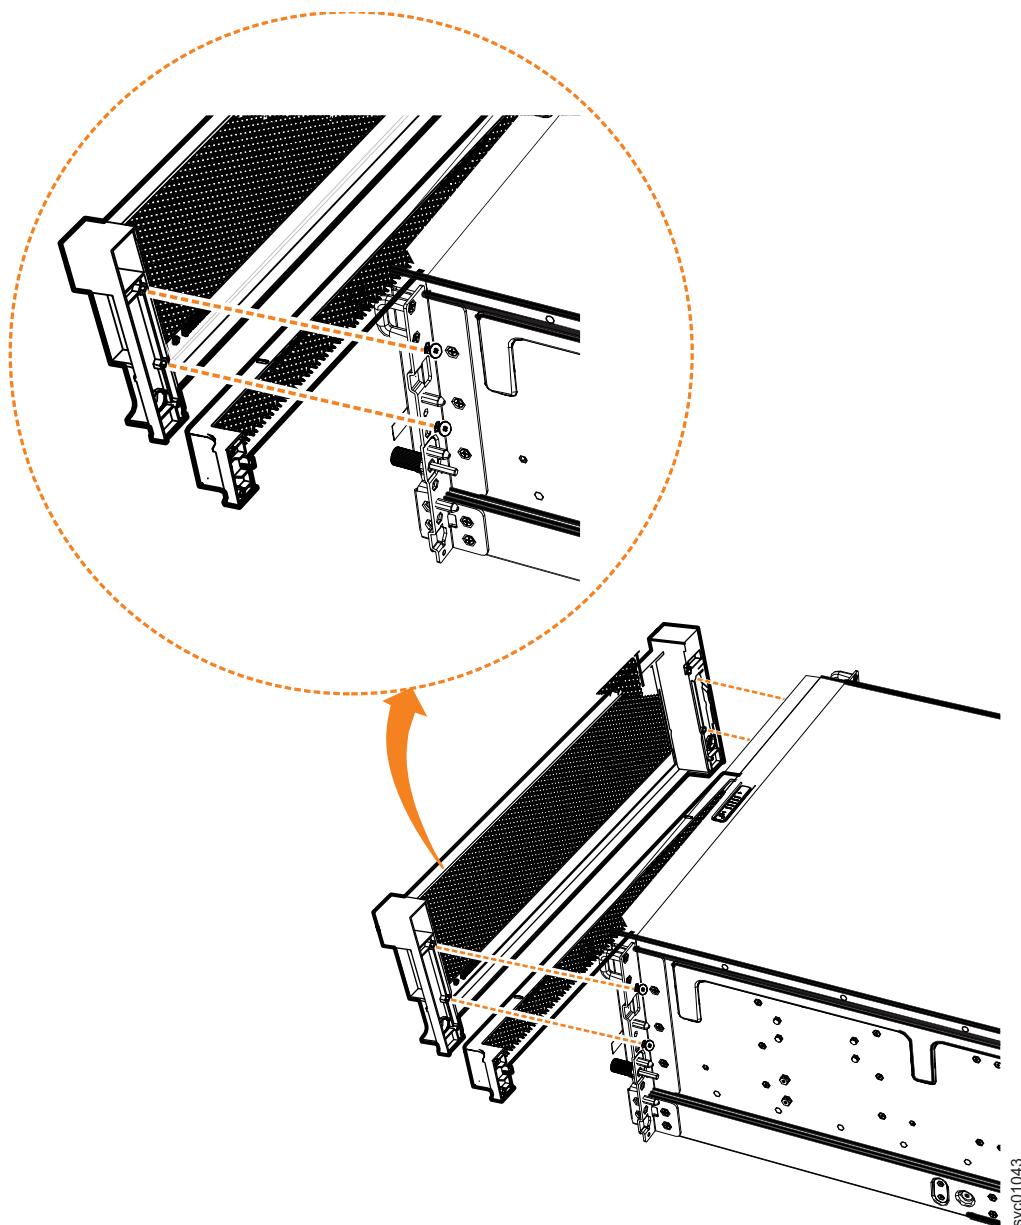

Figure 81. Remplacement des composants du panneau sur le boîtier d'extension
2. Alignez le panneau avant 4U avec le boîtier de sorte que les vis moletées passent par les trous de chaque côté. Comme le montre la figure 81, à la page 91, cette action aligne les trous de vis à l'arrière du panneau avec les trous de vis sur la bride avant du boîtier.
4. Remettez en place le panneau inférieur 1U qui couvre les blocs d'alimentation (PSU). Alignez le panneau avec le boîtier et poussez doucement jusqu'à ce qu'il s'enclenche sur le châssis, comme illustré dans la figure 81, à la page 91.